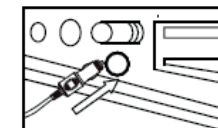

Afbeelding 1
- * Sluit het uiteinde met flexibel koppelstuk van de slang aan op de luchtuitlaat van de pomp (1) en draai in wijzerzin om vast te zetten, zoals weergegeven in Afbeelding 1.